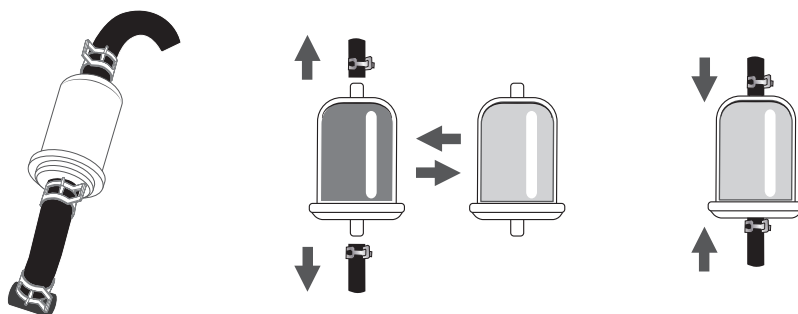

Рис. 18
- Затянуть хомуты на топливном шланге (Рис. 18).